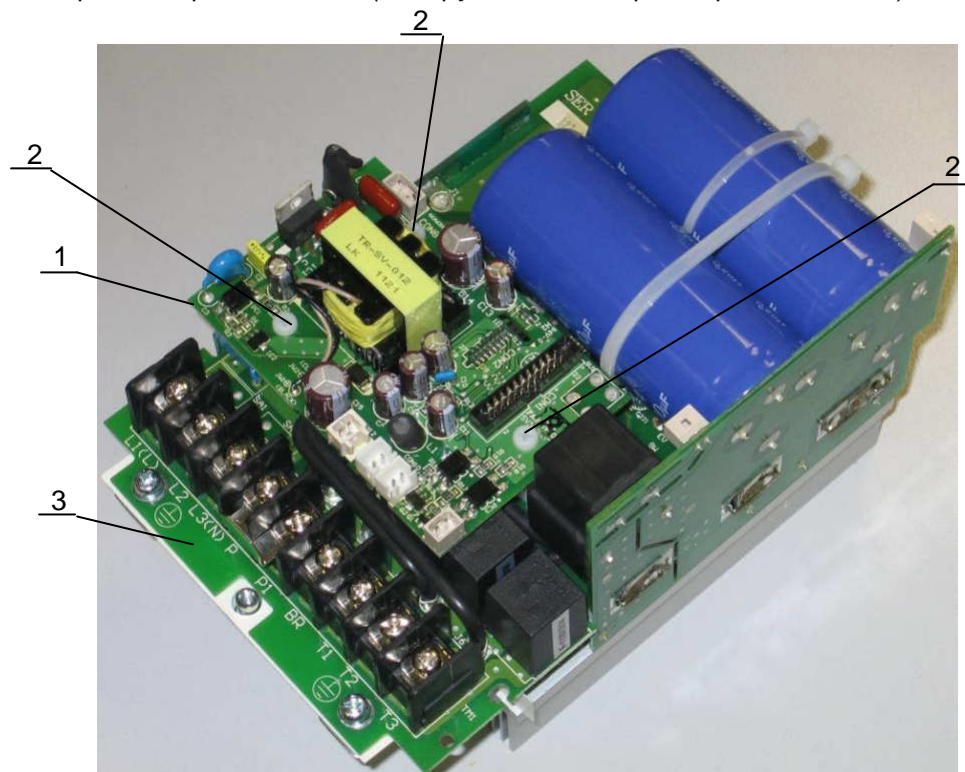

Рис.7.12
7.5.1. Вставить ответную часть разъёма CON2 с обратной стороны платы питания1 в разъём CON1 на плате драйверов 3, совместив отверстия платы питания1 с тремя опорными стойками 2 (рис. 7.12). Приложить рукой вертикальное усилие вниз до щелчка.